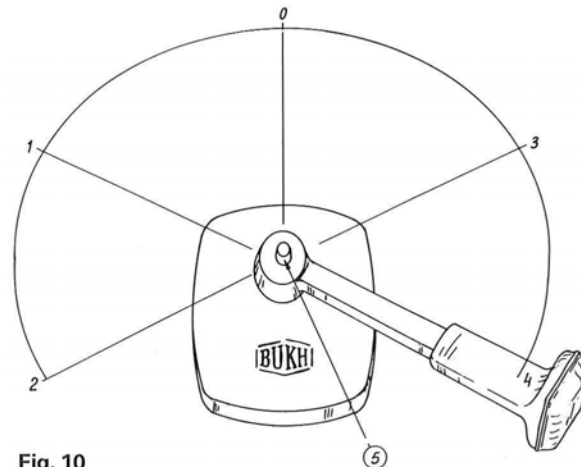

Fig. 10
2. Sæt gearet i neutral stilling ved hjælp af reguleringshåndtaget (fig. 10).
1. Sæt gearet i neutral stilling (fig. 10).